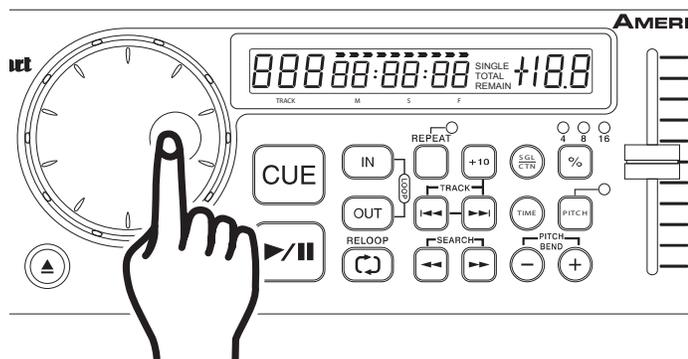

Figura 15
El tiempo puede visualizarse de tres maneras diferentes: tiempo transcurrido, tiempo restante y tiempo total restante. AL presionar el BOTÓN TIME (8) durante la reproducción normal, (como lo indica la figura 15) la información relativa al tiempo cambiará en el visor (39, 40 Y 41). El siguiente es un resumen de las configuraciones relativas al tiempo y su correspondiente definición:
- 1) TIEMPO TOTAL RESTANTE (TOTAL REMAIN) (37) – Se detalla el tiempo total restante en el visor LCD (39, 40 Y 41) del CD que se está reproduciendo.
- 2) TIEMPO RESTANTE (38) (REMAIN) - La palabra “REMAIN” que aparece en el visor LCD (39, 40 Y 41) alude al tiempo restante de las pistas en curso.
**BARRA DE INDICACIÓN DEL TIEMPO** – Esta barra presente en el LCD proporciona detalles visuales del tiempo definido en el MEDIDOR DE TIEMPO (39, 40 Y 41). Esta barra también depende de la función de tiempo seleccionada: tiempo restante (REMAIN) (38) o tiempo total restante (TOTAL REMAIN) (37). Esta barra comienza a titilar cuando restan 15 segundos de una pista y luego titila rápidamente cuando restan 3 segundos. Al titilar, esta barra es un gran recordatorio de que una pista está por terminar. Esta barra funciona más allá del modo de tiempo determinado en la unidad.